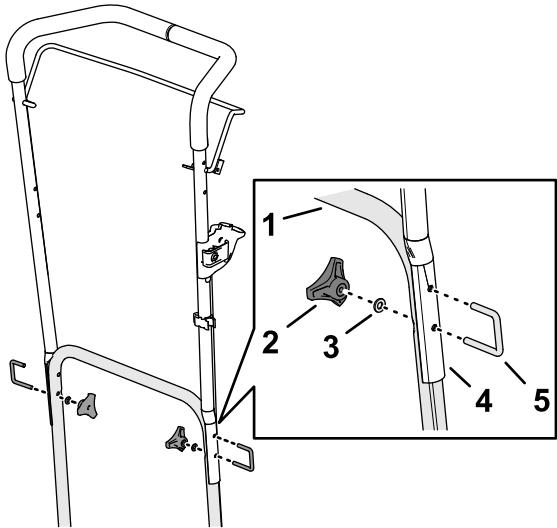

図 3
5. 上側ハンドルバーを下側ハンドルバーに固定しているハンドホイールノブ2個、ワッシャ、Uボルトを外す図 3。
7. ステップ5で外したハンドホイール2個とUボルト2本を使用して、上側ハンドルバーを延長部に固定する図3。